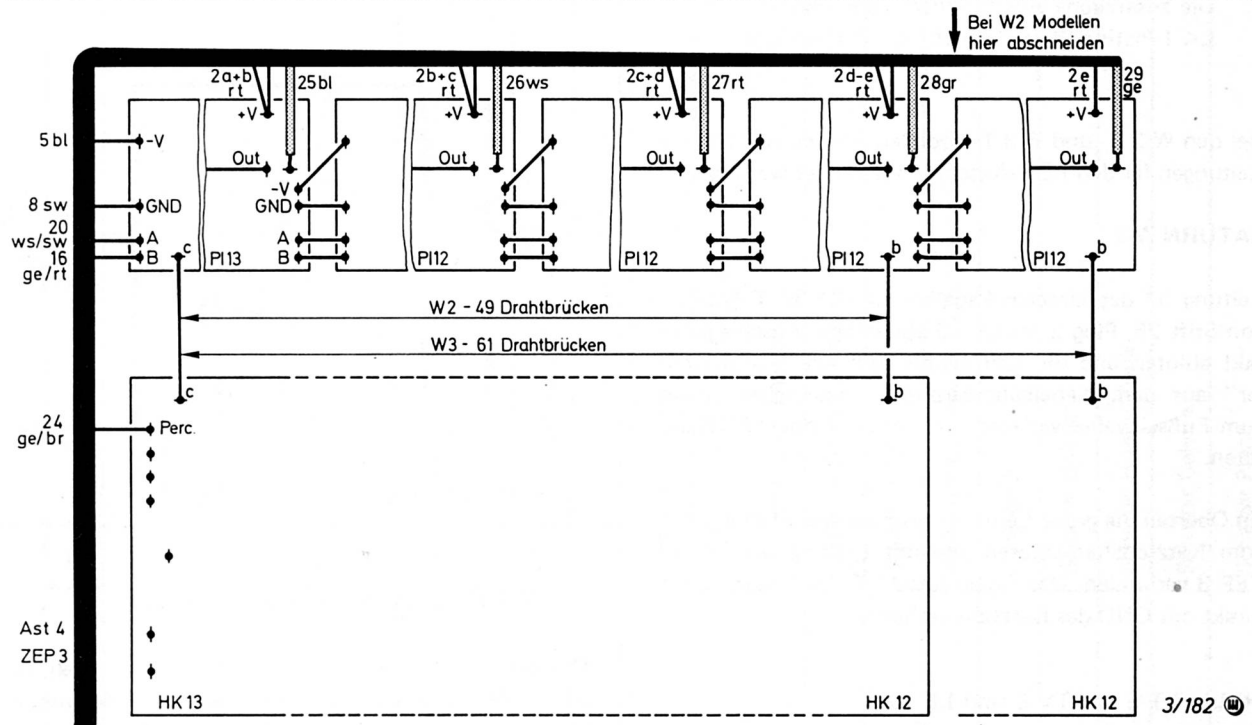

Abb. 16: Ast 4 am Untermanual
4. Ast 4 nach Abb. 16 am Untermanual anlöten.